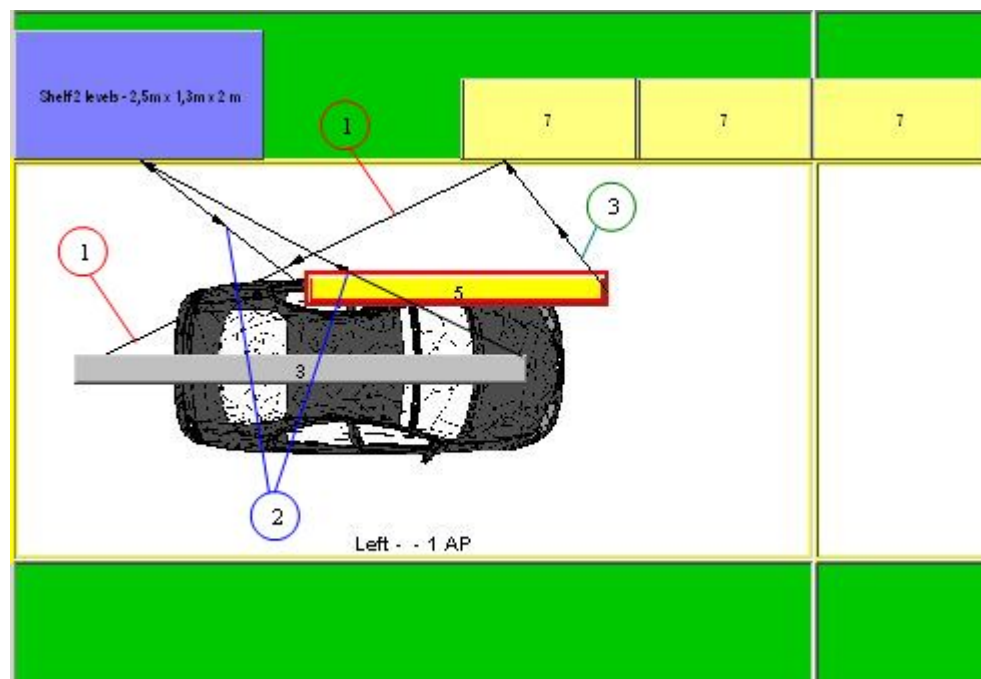

Abbildung 272: Option ist nicht bei allen Teilebehältern aktiviert
- Ein Mitarbeiter holt sich für die zu verarbeitenden Prozesse die Teile aus gekennzeichneten Teilebehältern. Siehe auch: Abbildung 272.